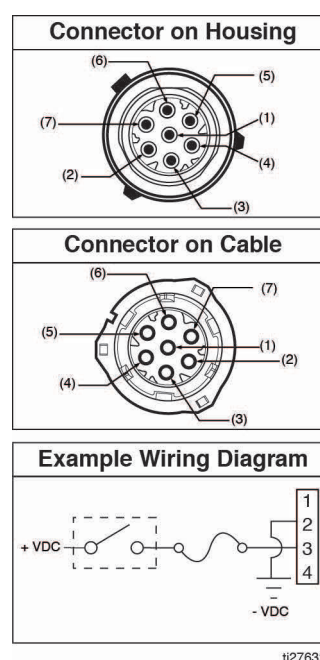

FIG. 4
- Per identificare la posizione corretta nel connettore, vedere il layout dei contatti nella FIG. 4.
Pin e colore dei relativi fili (FIG. 4)